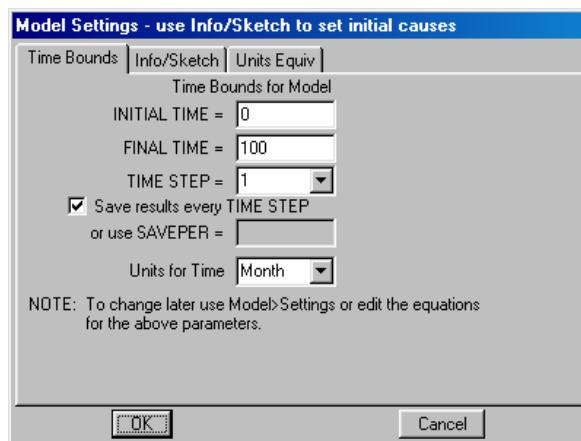

Figura 10: Ventana de ajuste de parámetros para la simulación en Vensim.
2. Seleccione en el Menú **File>New Model...**, o haga clic en el icono de Nuevo Modelo  de la Barra de Herramientas Principal. A continuación le aparecerá la ventana de ajuste de parámetros para la simulación (véase la Figura 10).